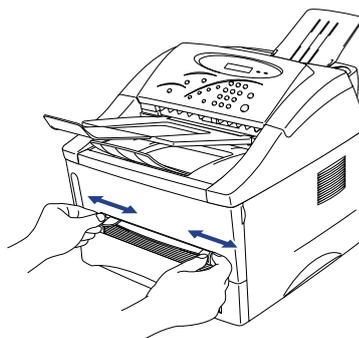

图 2-16
- (1) 在打印驱动程序中选择手动送纸方式，然后向打印机发送数据。
- (2) 用双手将手动进纸槽的导向板调整到所用纸张的宽度尺寸。(图 2-16)
按照所用纸张的宽度调整手动进纸槽导向板的位置。(图 2-16)